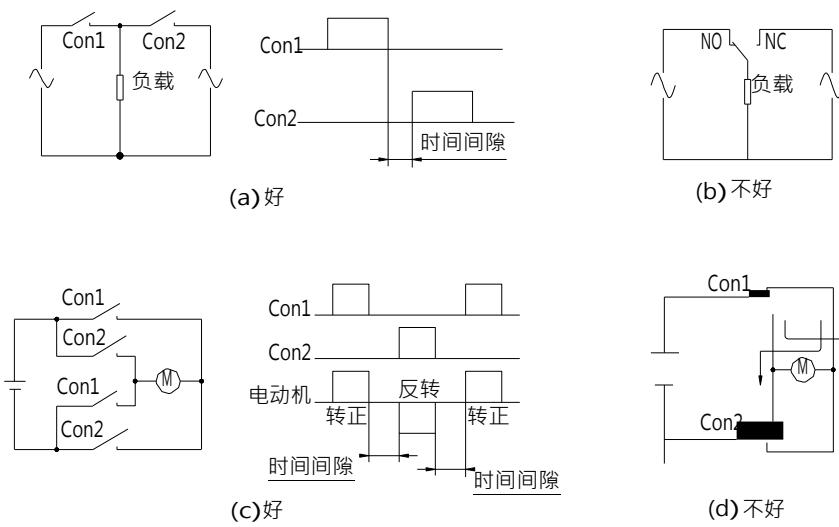

图 4
在电路中，应考虑以几点（参见图 4）：
1) 一般继电器的触点间隙都比较小，应考虑到可能由于触点间电弧引起短路的情况。请不要使用图 4 (b) 的电路。推荐使用图 4 (a) 所示电路，并在触点 Con1 和 Con2 动作之间设定一定的间隔时间。
3) 注意不要使用图 4 (d) 所示的用两组转换触点构成电动机正、逆转电路。推荐使用图 4 (c) 所示电路，并在触点 Con1 和 Con2 动作之间投定一定的间隔时间。